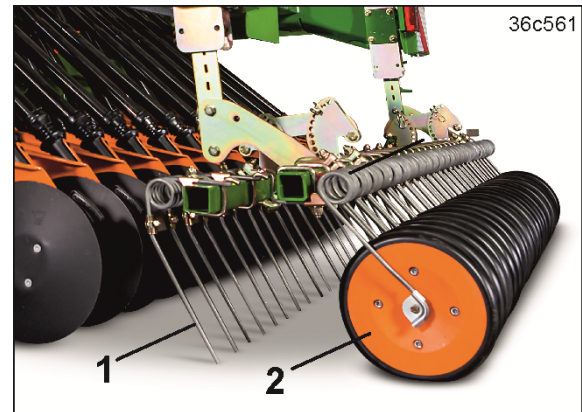

Fig. 88
- harrow tines (Fig. 88/1),
- press rollers (Fig. 88/2).